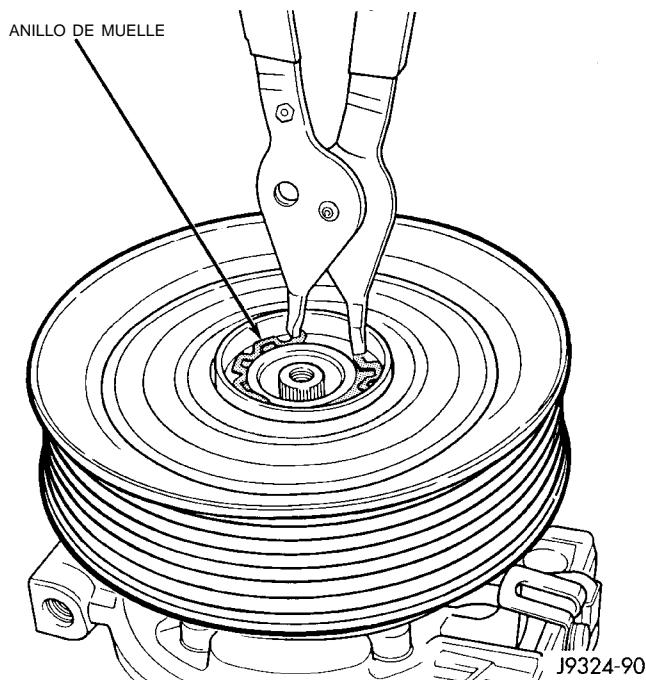

Fig. 23 Desmontaje/instalación del anillo de muelle de la polea
(4) Retire el anillo de muelle de retención de la polea con alicates para estos anillos (Herramienta especial C-4574) y retire el conjunto de polea del compresor (Fig. 23).